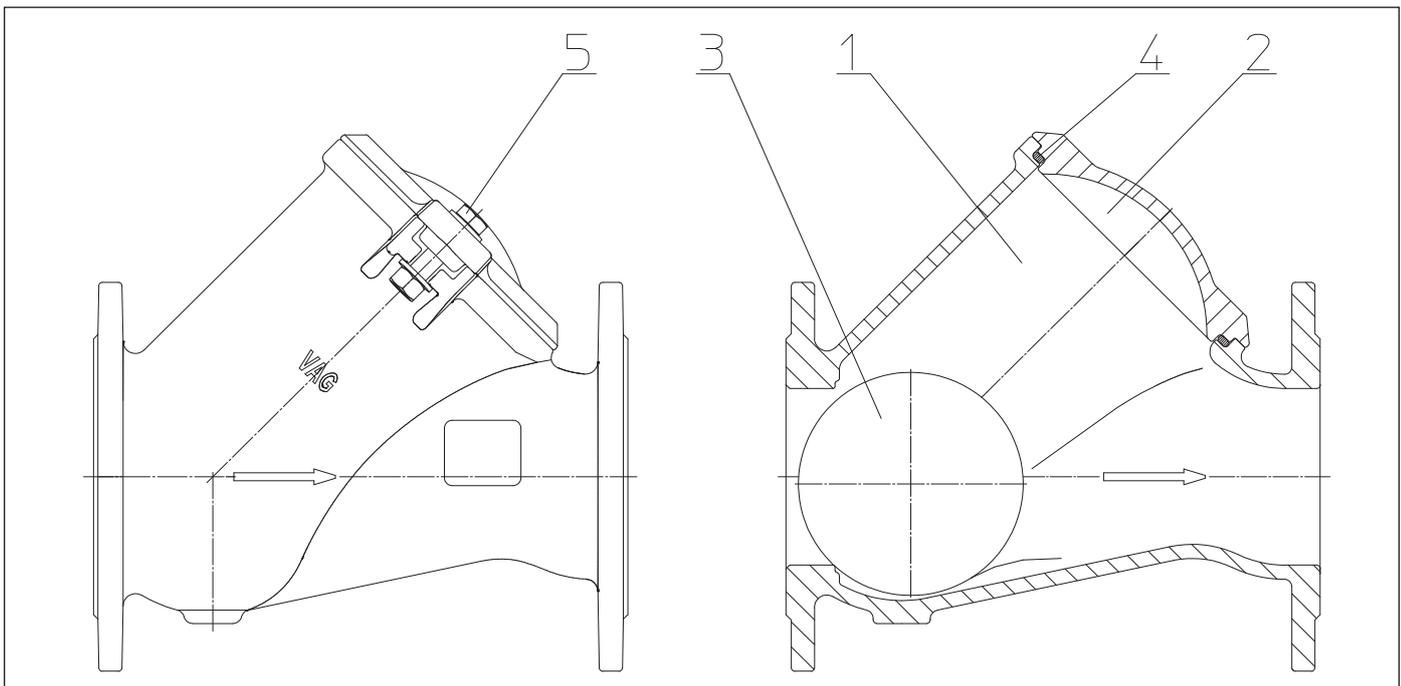

Bild 6: Einzelteilübersicht des VAG KRV Kugelrückschlagventiles
Die benötigten Ersatz- und Verschleißteile können der Ersatzteilliste KAT 2449-E entnommen werden. Ersatzteilsets (siehe Bild 6) beinhalten die jeweiligen Absperrkugeln (3) sowie die zugehörige Deckeldichtung (4)